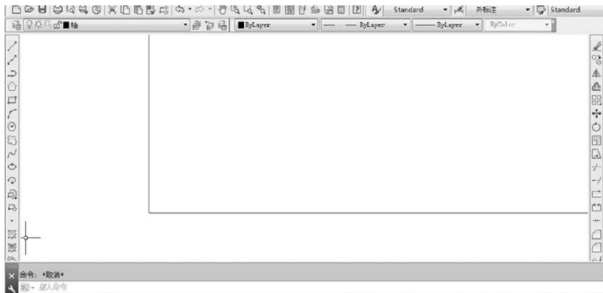

图 4.2 执行【范围缩放】命令前的视图
(1) 设置【墙】图层为当前层。
(2) 启动【矩形】命令（快捷键 REC）。
① 在指定第一个角点或[倒角(G)/标高(E)/圆角(F)/厚度(T)/宽度(W)]:提示下，在屏幕的左下角单击任意一点作为矩形的第一个角点。
② 在指定另一个角点或[面积(A)/尺寸(D)/旋转(R)]:提示下，输入“@42840,14700”后按 Enter 键结束命令。“42840”是外墙皮到外墙皮的尺寸，“14700”是室外地坪到墙口的距离。
(3) 由于新建图形视图距离比较近，所以只能看到图形的局部，如图 4.2 所示。双击鼠标滚轮执行【范围缩放】命令将其推远。